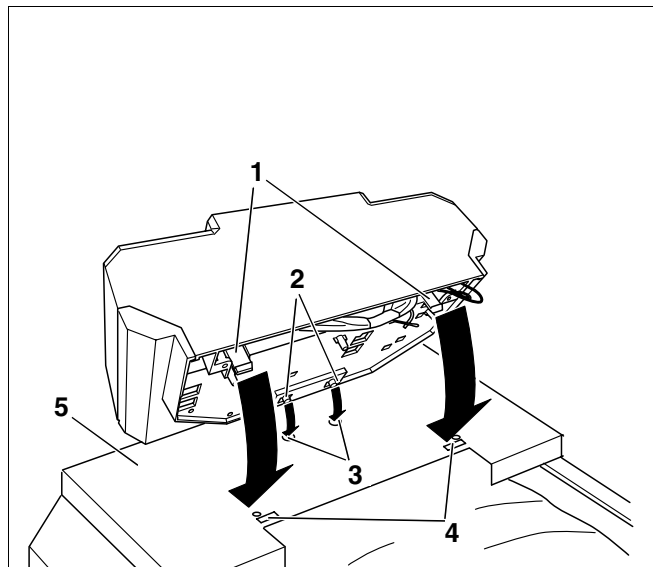

Fig. 24 Montering af instrumentpanel (f.eks. instrumentpanel i 2000-serien)
- Sæt krogene foran på instrumentpanel (fig. 24, **pos. 2**) ind i de ovale huller (fig. 24, **pos. 3**) på den forreste topplade (fig. 24, **pos. 5**).
Instrumentpanelet elastiske kroge (fig. 24, **pos. 1**) skal gå i indgreb i åbningerne i den forreste topplade (fig. 24, **pos. 4**), ved at de trykkes ind.